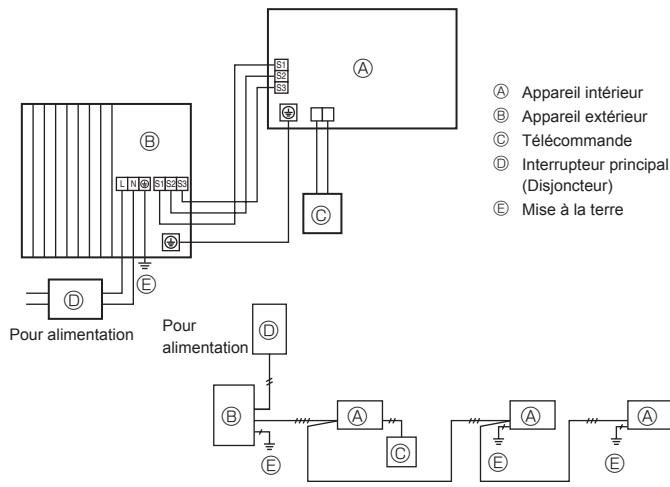
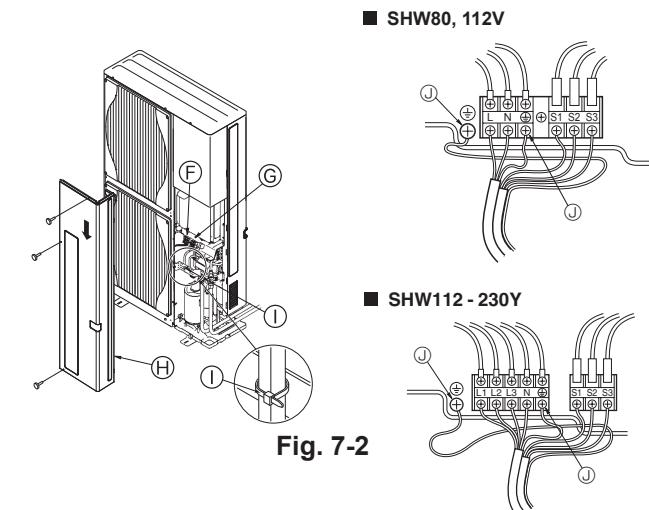

Fig. 7-1
Fig. 7-2
7.1. Appareil extérieur (Fig. 7-1, Fig. 7-2)
① Retirer le panneau de service.
② Effectuer le câblage conformément aux Fig. 7-1 et 7-2.